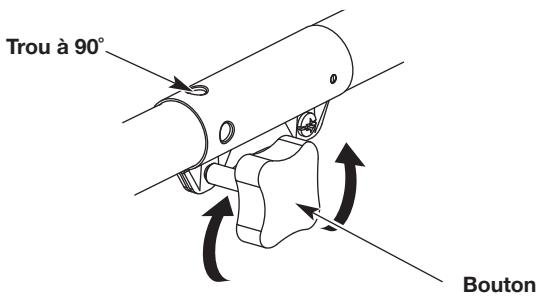

Fig. 1
1. Desserrez le bouton en le tournant dans le sens inverse des aiguilles d'une montre (Fig. 1).
3. Serrez le bouton en le tournant dans le sens des aiguilles d'une montre (Fig. 1).
**ATTENTION :** Avant d'utiliser cet appareil, assurez-vous que le bouton-ressort est bien enclenché dans le trou à 90°, et que le bouton (Fig. 1) est bien serré. Utiliser le mauvais trou pourrait causer des blessures personnelles ou endommager l'appareil.
- Desserrez le bouton en le tournant dans le sens inverse des aiguilles d'une montre (Fig. 1).